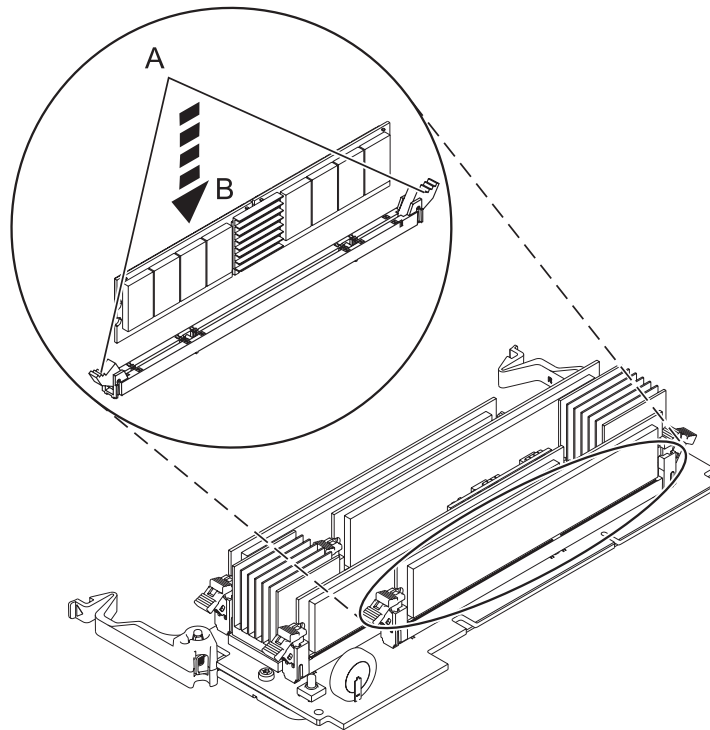

Figura 5. Instal·lació d'un mòdul de memòria
13. Assegureu-vos que les pestanyes de bloqueig **(A)** del connector s'han tret fins a la posició d'obert, tal com s'indica a la Figura 5, abans d'instal·lar un nou mòdul de memòria.